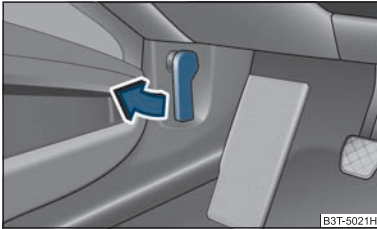

Abb. 180 Entriegelungshebel für Motorraumklappe
- Ziehen Sie am Entriegelungshebel unterhalb der Schalttafel auf der Fahrerseite ⇒ Abb. 180.
- Entriegeln Sie die Motorraumklappe ⇒ Abb. 180.